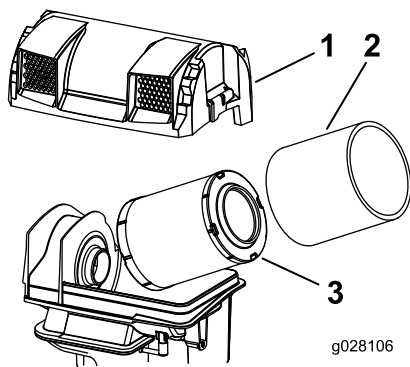

Figure 20
3. Sortez les éléments en mousse et en papier (Figure 20).
4. Sortez l'élément en mousse de l'élément en papier (Figure 20).
2. Posez les éléments filtrants sur la base du filtre à air (Figure 20).